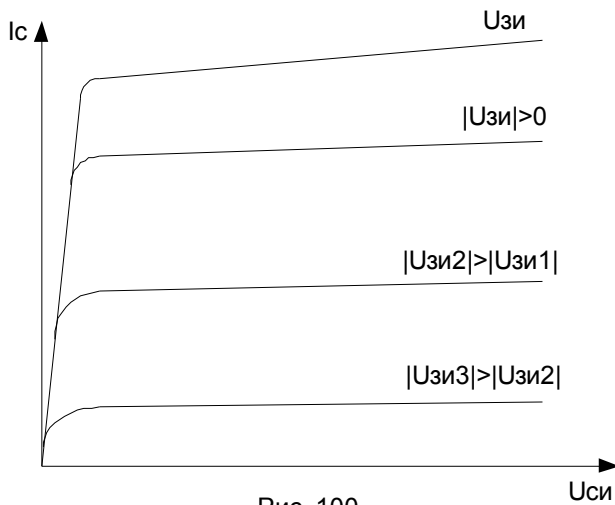

Рис. 100
- Стоковая характеристика – это зависимость I_c от $U_{си}$ при постоянном напряжении на затворе (смотрите Рис. 100). $I_c = f(U_{си})$ при $U_{зи} = Const$